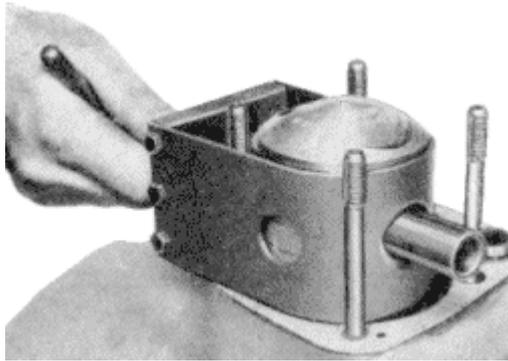

Bild 79. Kolbenbolzen ausdrücken
2. Kolbenbolzen mittels Ausdrückvorrichtung herausdrücken (Bild 79). Herausschlagen des Bolzens mittels